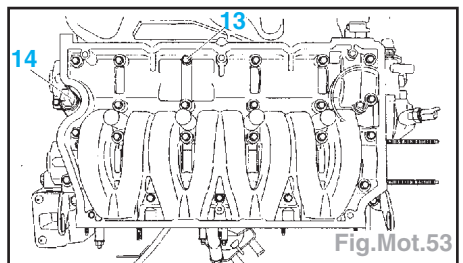

Fig.Mot.53
- le bouchon (9),
- le carter (10)
- Déposer (Fig.Mot.53) :
- les vis du couvre-culasse chapeaux de palier (13),
- l'électrovanne de VTC (14),